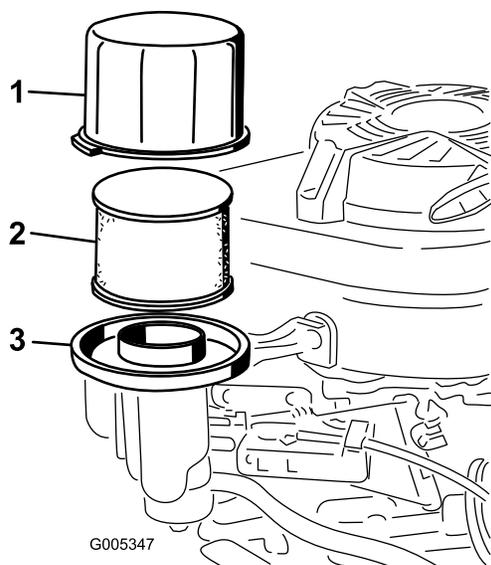

Bild 18
3. Entfernen Sie die Abdeckung und reinigen Sie sie gründlich (Bild 18).
4. Nehmen Sie den Schaumvorfilter und den Papierluftfilter aus dem Luftfilterunterteil heraus (Bild 18).